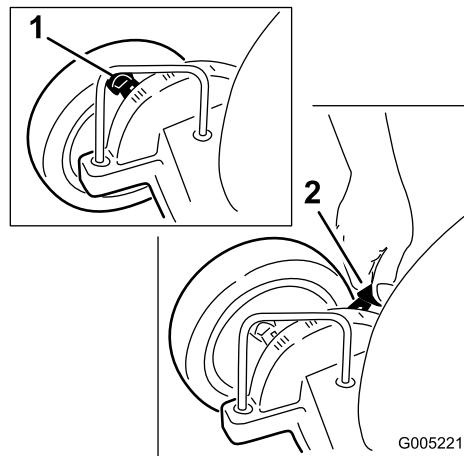
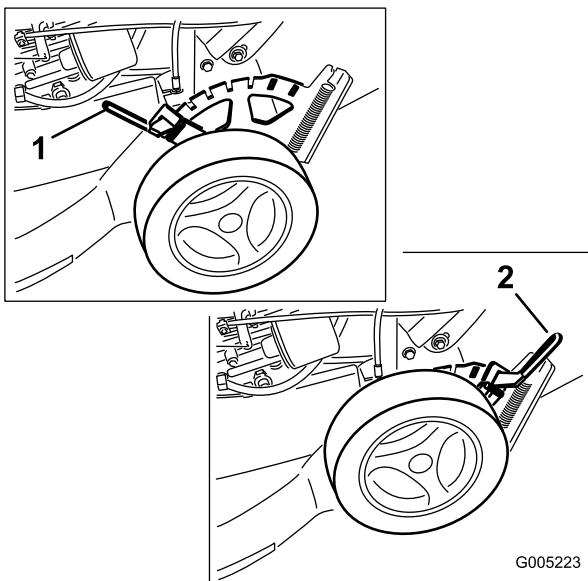

Bild 16
Bild 17
1. Ziehen Sie jeden der Radhöheneinstellhebel zum Rad (Bild 16) und schieben Sie ihn in die gewünschte Stellung.
Die Vorderräder werden einzeln mit einem Hebel für das Einstellen der Radhöhe eingestellt (Bild 16). Die Hinterräder werden zusammen mit einem Hebel zum Einstellen der Radhöhe eingestellt, der sich über dem linken Hinterrad befindet (Bild 17).
1. Ziehen Sie den Einstellhebel für die Radhöhe heraus und schieben Sie ihn in die gewünschte Stellung (Bild 17).